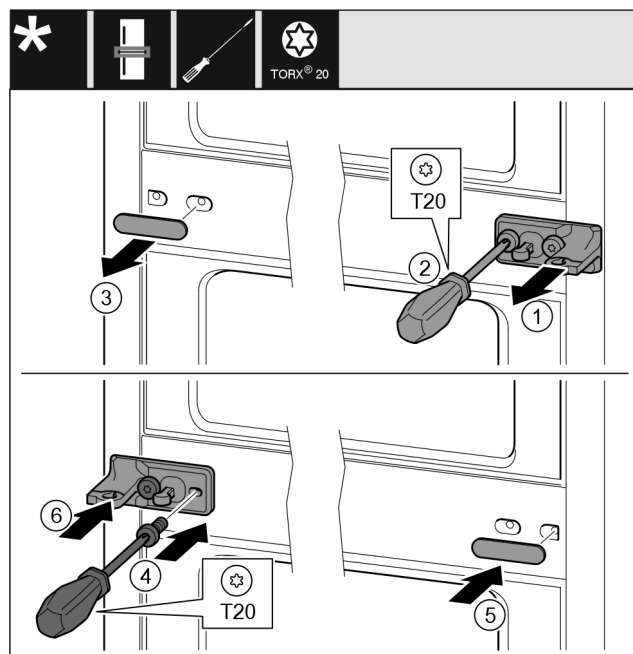

Fig. 13
- Αφαιρέστε τη ροδέλα Fig. 13 (1).
- Ξεβιδώστε τις βίδες Fig. 13 (2) με κατσαβίδι.
- Τραβήξτε προσεκτικά το κάλυμμα Fig. 13 (3).
- Βιδώστε το στήριγμα με τη μεμβράνη Fig. 13 (4) περιστρέφοντας το 180° στην άλλη πλευρά.
- Εφαρμόστε το κάλυμμα Fig. 13 (5) περιστρέφοντας το κατά 180° στην άλλη πλευρά.
- Περάστε τη ροδέλα Fig. 13 (6) από μπροστά.